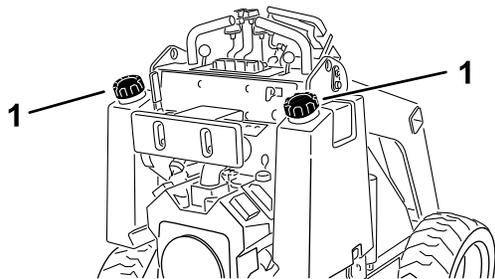

Рисунок 8
3. Очистите область вокруг крышки топливного бака и снимите крышку (Рисунок 8).